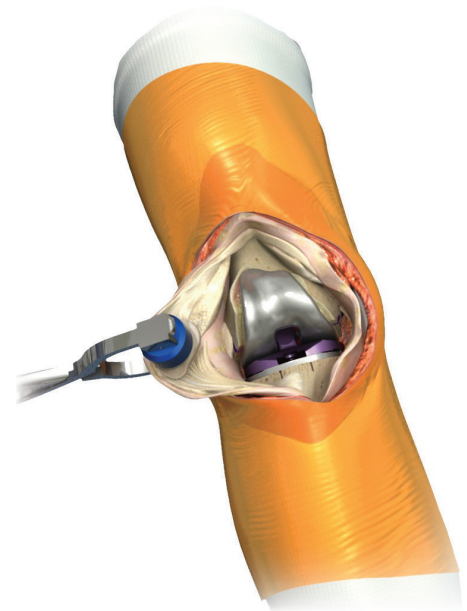

Figura 26e
7. Aplique cemento óseo a la rótula. Coloque el implante rotular dentro de la rótula y sujete al hueso. Retire el exceso de cemento (Figura 26e).